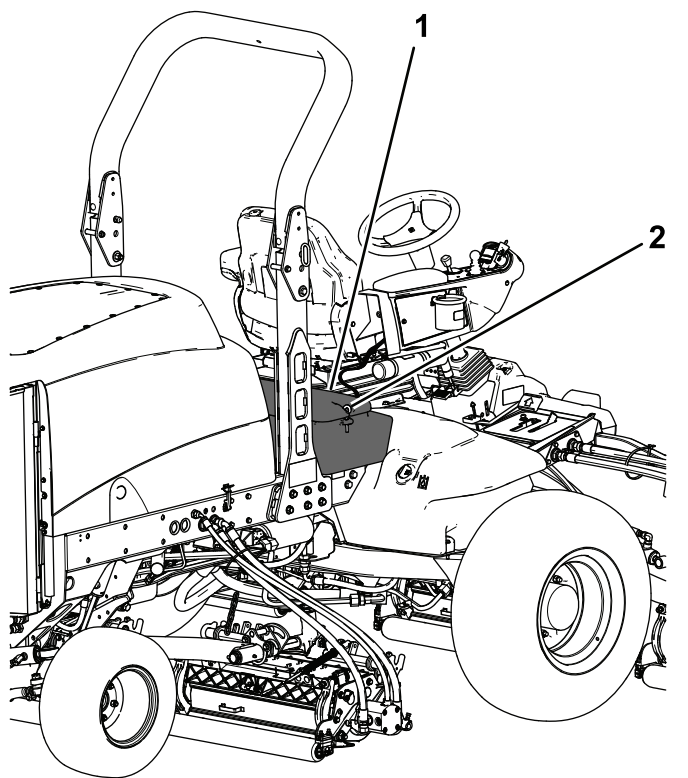

図 85
- 運転席のコンソールパネルのラッチを外して持ち上げる図 85。